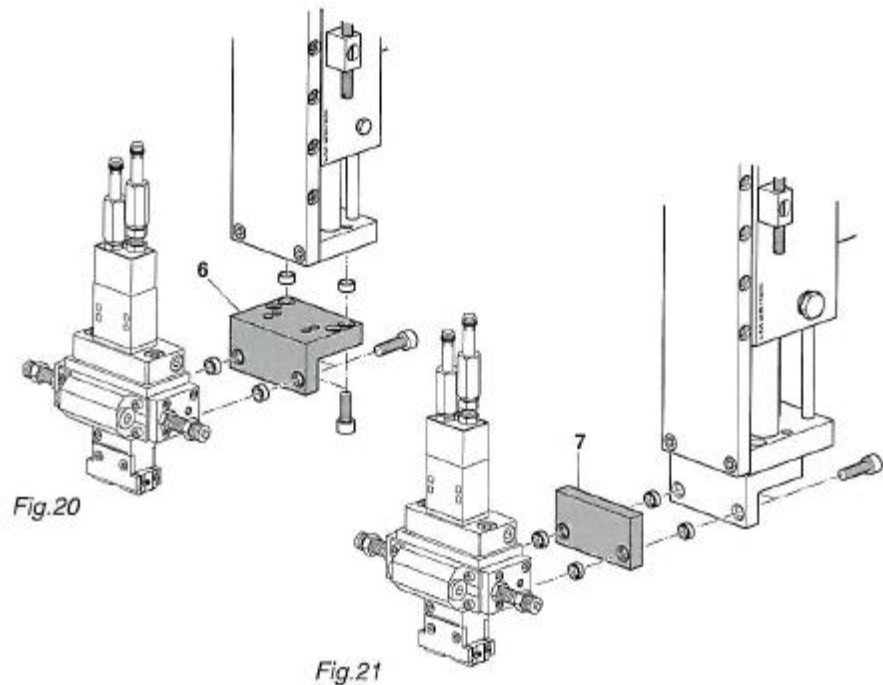

Abb. 17 Anbau Montagewinkel oder Zwischenplatte (LM 25)
- (A) Linearmodul LM 20 /25: Zur Standardausstattung gehören zwei Anschlagschrauben AS 08/40 (Abb. 17, 1) und zwei Stossdämpfer SD 14/16 (Abb. 20, 2) zur Endlageneinstellung.
- (B) Basisplatte LM 20/25: Mit Hilfe der Basisplatte (Abb. 17, 3) lässt sich ein Portalmodul realisieren. Die Basisplatte dient zudem der Stabilisierung und kann kundenseitig bearbeitet werden.
- (C) 3. Position LM 20/25: In Kombination mit den Modulen LM 32 ist eine einfache Lösung einer 3. Position (Abb. 17, 4) realisierbar. Diese ist im gesamten Hubbereich des Linearmoduls einsetzbar, ist endlagengedämpft und mit einem Initiator quittierbar.
- (D) Zwischenplatte LM 20: Die Zwischenplatte (Abb. 17, 5) ermöglicht die Kombination eines LM 20 mit einem anderen LM 20 Modul.